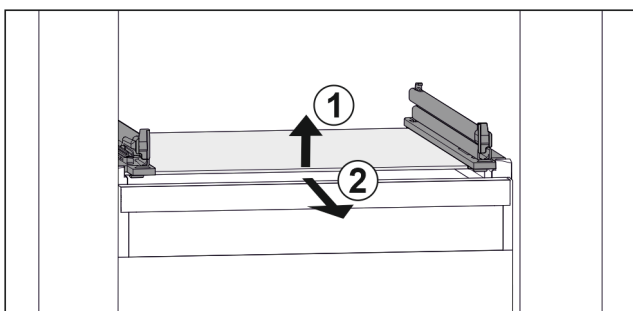

Fig. 167 Simbolična slika steklene plošče
- ▶ Steklenu ploščo dvignite v smeri naprej. Fig. 167 (1)
- ▶ Steklenu ploščo odstranite v smeri naprej. Fig. 167 (2)